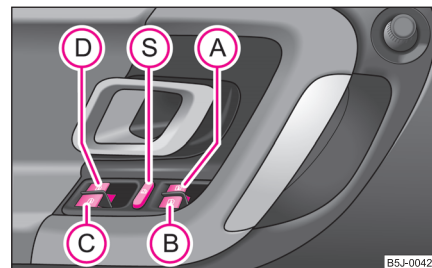

Abb. 28 Tasten in der Fahrertür
Die Schalter für die einzelnen Fenster befinden sich im Bedienteil in der Fahrertür ⇒ Seite 41, Abb. 28, Beifahrertür und in den hinteren Türen*.
Sie können durch Drücken des Sicherheitsschalters  ⇒ Seite 41, Abb. 28 die Schalter der Fensterheber in den hinteren Türen außer Funktion setzen. Durch wiederholtes Drücken des Sicherheitsschalters  sind die Tasten der Fensterheber in den hinteren Türen wieder in Funktion.
- **Werden auf den Rücksitzen Kinder befördert, wird empfohlen, die elektrischen Fensterheber der hinteren Türen außer Funktion zu setzen (Sicherheitsschalter)  ⇒ Seite 41, Abb. 28.**